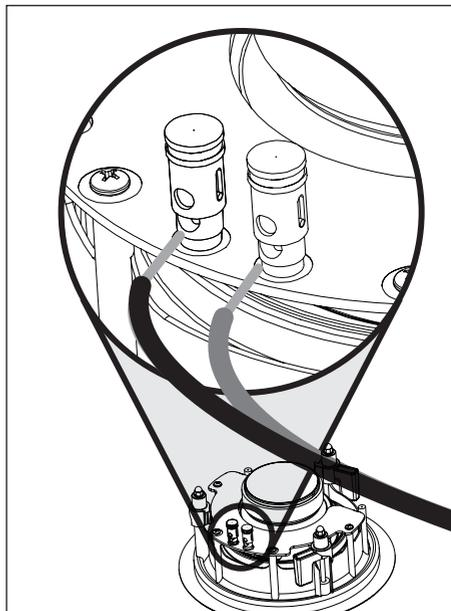

Figure 1. Raccordement du Helos 12.
- **Helos 12 :** Attribuez la même couleur aux bornes (+) et (-) sur l'enceinte et l'amplificateur. Assurez-vous que tous les raccords sont bien faits (fig. 1).